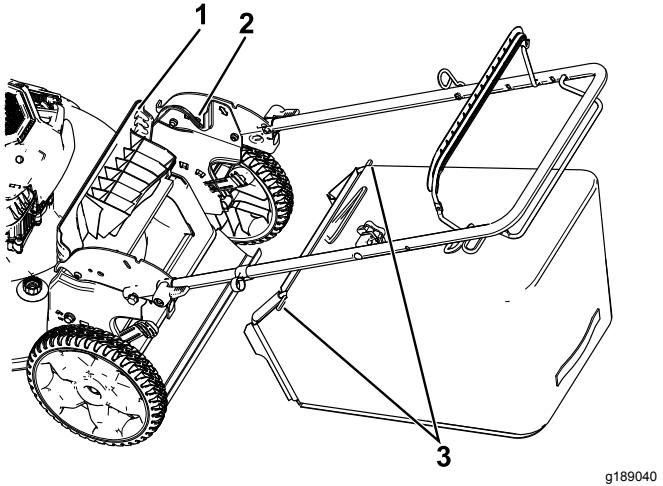

図17
- 後部デフレクタを上に開いてその位置に保持する図17。
- 集草バッグを取り付ける。バッグについているピンがハンドルのノッチに掛かったことを確認する図17。